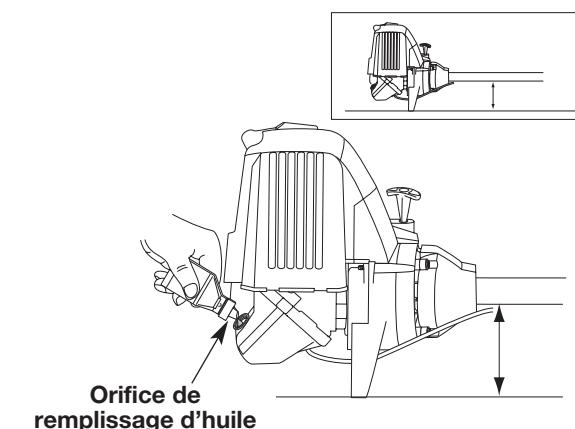

Fig. 17
2. Placez l'appareil sur une surface horizontale plane (Fig. 17).
4. Versez tout le contenu de la bouteille d'huile dans le carter-moteur (Fig. 17).